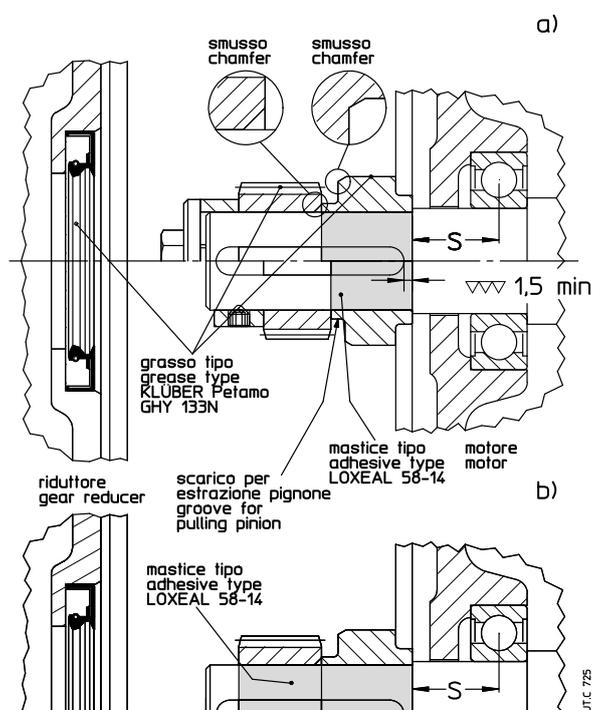

Fig. 7.3.1
- assicurarsi che i motori abbiano cuscinetti e sbalzi (quota S ved. fig. 7.3.1) come indicato in tabella 7.3.1.